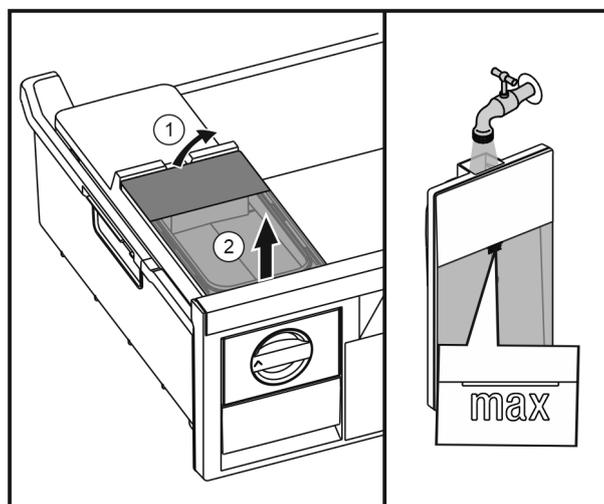

Fig. 22
- Soulever le réservoir d'eau depuis l'arrière Fig. 22 (1) et l'enlever vers le haut Fig. 22 (2).